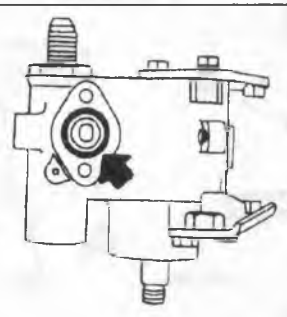

Рис. 248
2. Снимите уплотнительное кольцо резервуара (Рис.248). Не используйте повторно уплотнительное кольцо после его снятия.